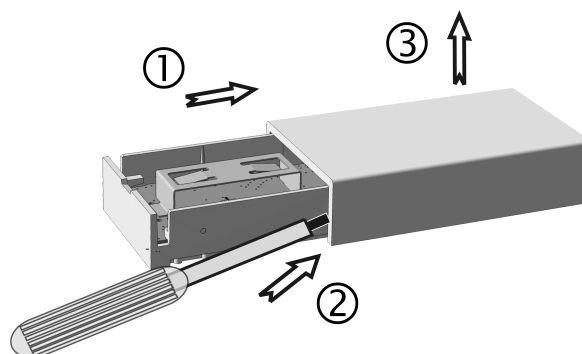

Bild 2: Gehäusedeckel abheben
- Um das Oberteil abzunehmen muss es erst einseitig abgehoben werden, z. B. mit einem kleinen Schraubendreher (Bild 2).